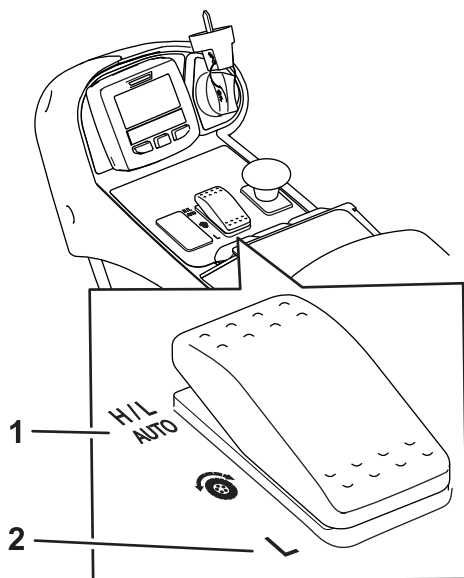
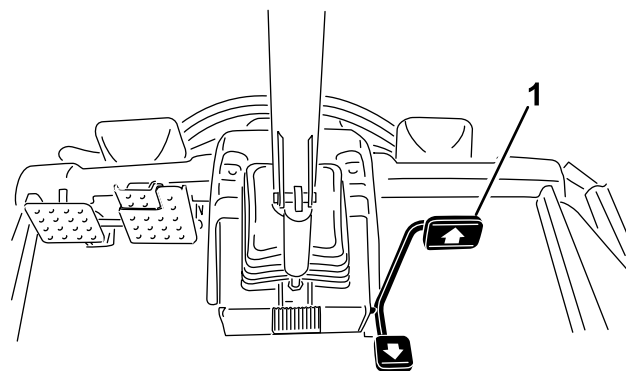

Figura 27
Figura 28
- En condiciones de uso normales, esta máquina está diseñada para funcionar en la posición H/L AUTO del interruptor de gamas de velocidad (Figura 27). Esta posición permite que la máquina cambie automáticamente entre las gamas de velocidad alta y baja, dependiendo de si se utiliza la máquina para segar o para el transporte.
- Cuando se selecciona la posición BAJA del interruptor de gamas de velocidad (Figura 27), la máquina funciona siempre en la gama de velocidad baja. Este ajuste es preferible para desplazamientos dentro de un taller, para cargar o descargar la máquina de un remolque, para subir cuestas empinadas o en cualquier otra situación en la que no se desee utilizar las altas velocidades de tracción de la gama de velocidad alta.
Esta máquina está equipada con 2 gamas de velocidad de tracción; baja y alta. El interruptor de gamas de velocidad le permite seleccionar las posiciones siguientes (Figura 27):
Esta función permite ajustar la velocidad máxima de la máquina al pisar el pedal a fondo hacia adelante (Figura 28). Puede establecer una velocidad distinta para la gama baja y la gama alta (Figura 27).